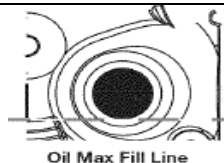

Рис. 19
5. Осмотрите маслосливное отверстие. При необходимости используйте фонарик. Нормальный уровень масла соответствует отметке последнего витка резьбы (Рис. 19).
6. В том случае, если уровень масла не достигает отметки последнего витка резьбы маслосливного отверстия, добавьте небольшое количество масла (Рис.19) и заново проверьте уровень. Повторите это действие, пока уровень масла достигнет последнего витка резьбы маслосливного отверстия.